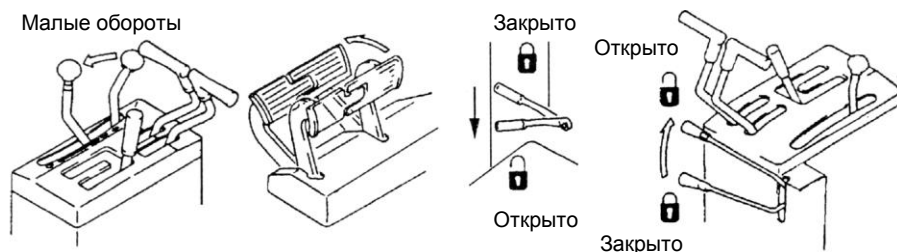

Рис. 2-10.
2.4. Остановка агрегата (рис. 2-10 ... 2-11).